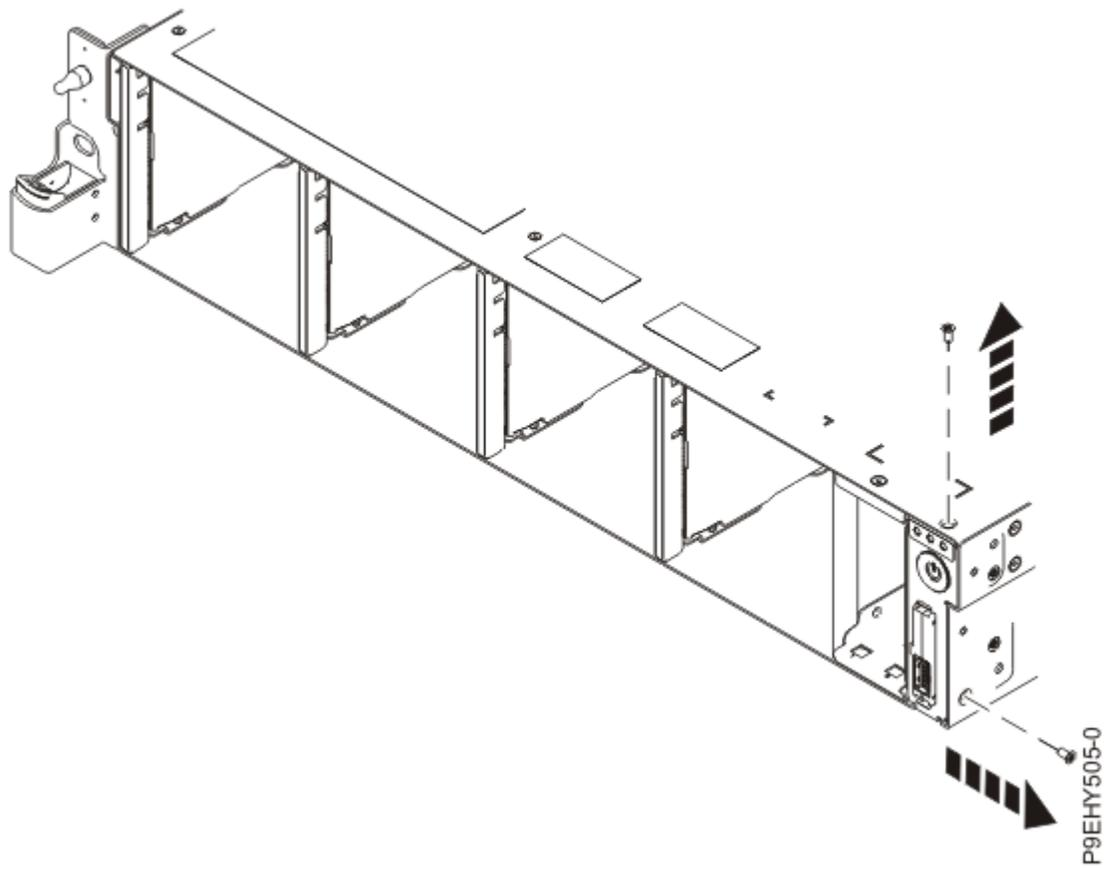

Figure 38. Retrait des vis supérieure et latérale
8. Retirez les vis supérieure et latérale de l'interrupteur d'alimentation, comme illustré dans la Figure 38, à la page 57.